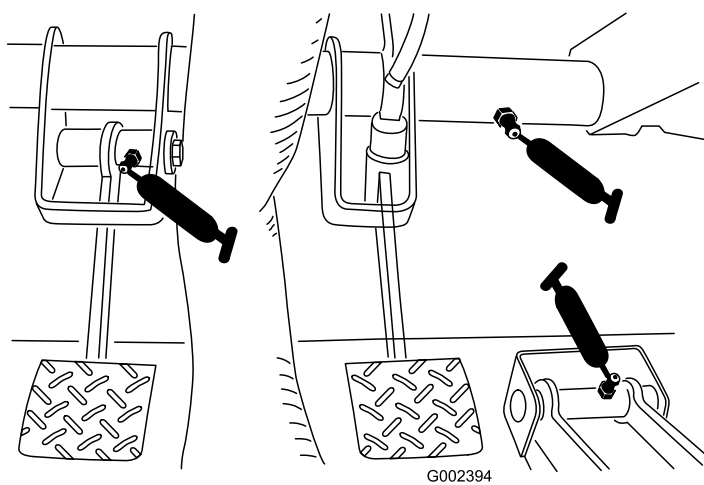

Figura 42
- Embrague (1), acelerador (1), freno (1) (Figura 42)